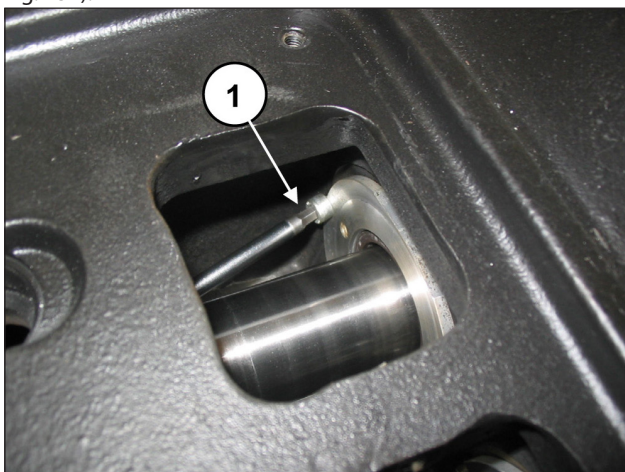

Fig. 157
Svitare le due viti di bloccaggio del coperchio paraolio (pos. ①, Fig. 157).